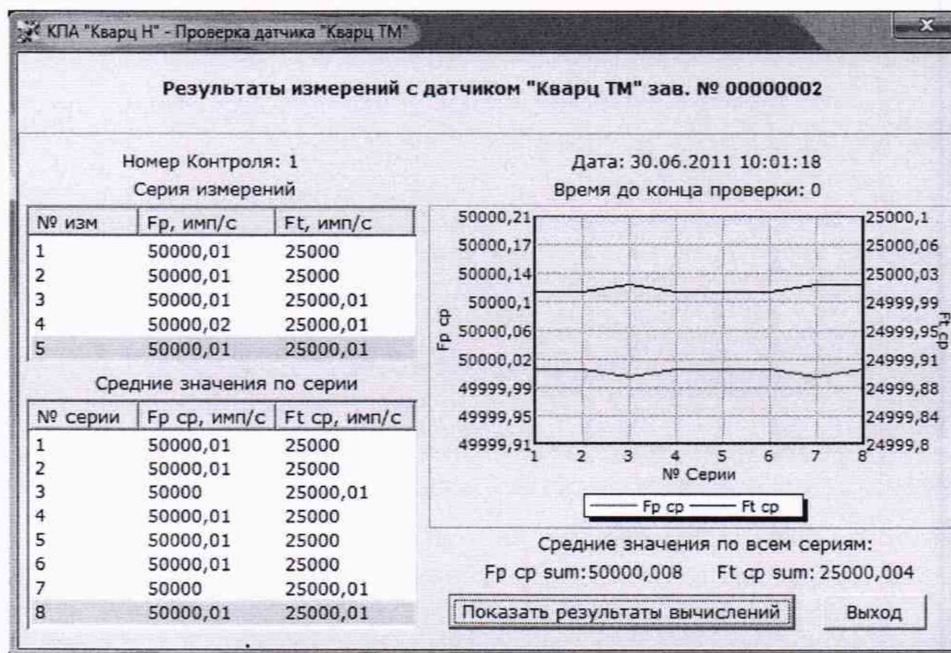

Рисунок 10 – Окно результатов измерений.
8.3.1.10 На экране монитора появится окно (см. рисунок 10) результатов измерений. Дождаться окончания серии измерений (40 измерений). Время измерений (4000 ± 200) с.